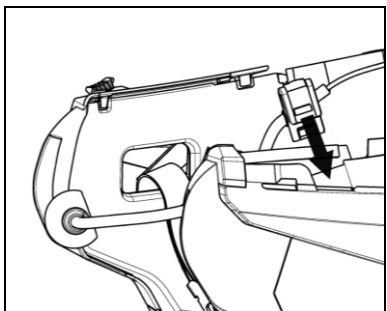

Fig. 8
- Anbring ledningen inde i styrthjelm, og indkobl den højre fastgørelsesklips i det relevante sæde (Fig. 8).